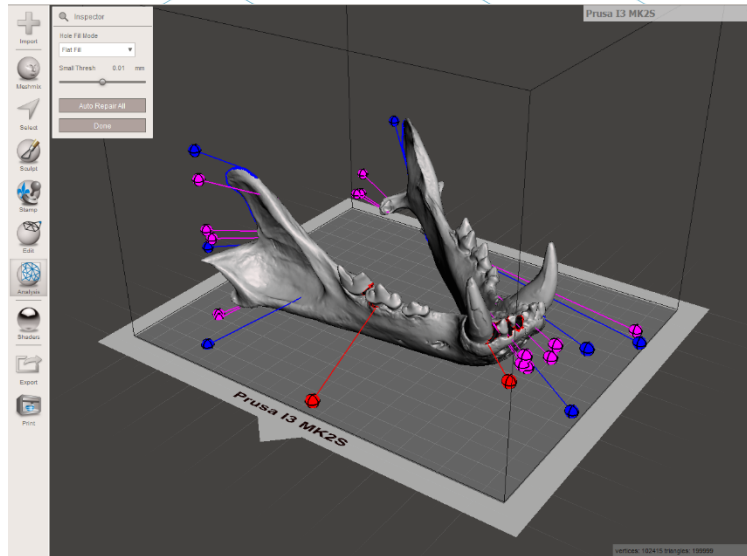

Abbildung 14: Allgemeine Analyse im Meshmixer. [30]
- [30]Abbildung 14: Allgemeine Analyse im Meshmixer. Quelle: CETEM